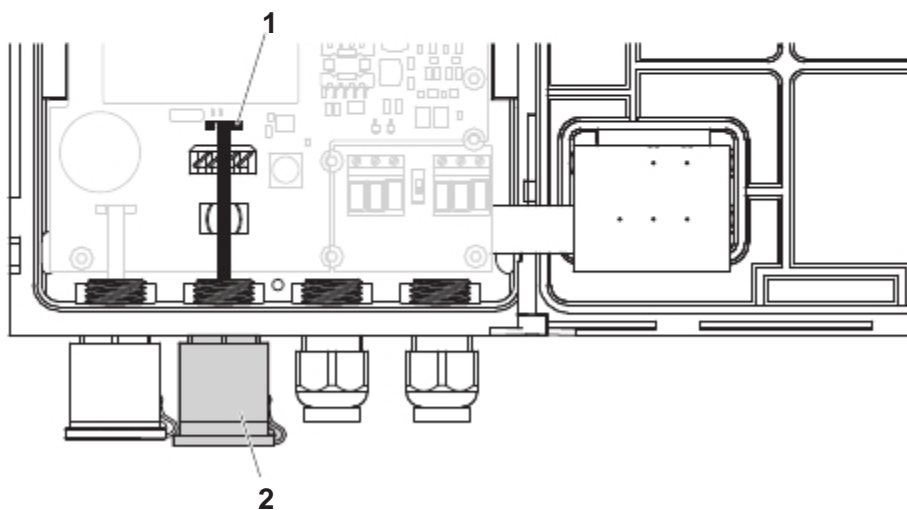

图.2-3 RJ45插座上的以太网连接
- 2 从主PCB上断开平头软电缆(图. 2-3中的1)。
- 3 拧开RJ45 插座的外壳 (图. 2-3中的2).